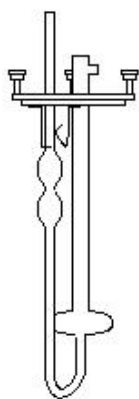

图 5
(7) 安装粘度计：将装有试样的粘度计浸入事先准备妥当的恒温水浴中，并用夹子将粘度计固定在支架上，在固定位置时，必须把毛细管粘度计的扩张部分 2 浸入一半（图 5）。观察粘度计，使之处于垂直状态。